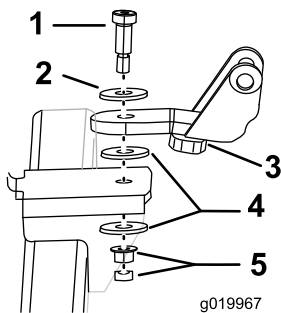

Figure 2
2. Déposez et mettez au rebut les fixations qui maintiennent le support sur l'accessoire (Figure 2). Mettez le support au rebut.